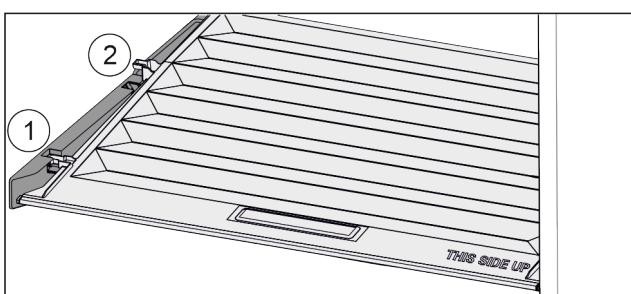

Fig. 31
- ▶ Потянуть крышку до отверстия в поддерживающих деталях вперед Fig. 31 (1).
- ▶ Поднять сзади снизу и извлечь Fig. 31 (2) движением верх.